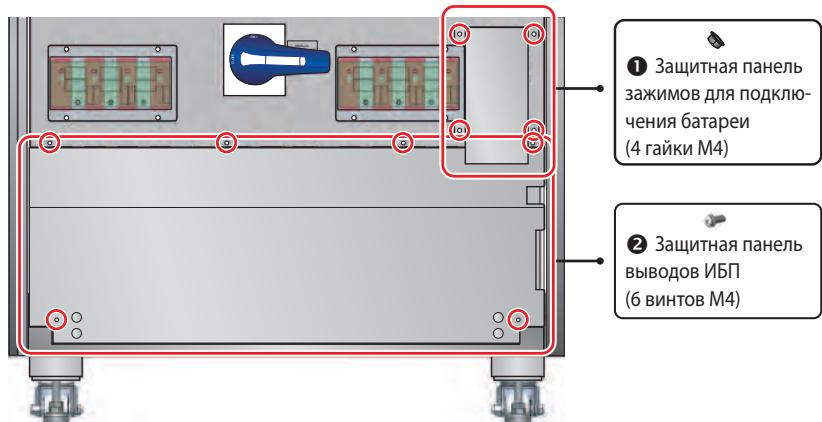

Рис. 2-1. Расположение защитных панелей
На **рис. 2-1** показаны две панели, защищающие зажимы для подключения батареи **①** и выводы ИБП **②**. Первой снимается защитная панель зажимов для подключения батареи **①**, затем – защитная панель выводов ИБП **②**. После снятия панелей станут видны зажимы, показанные на **рис. 2-т.**